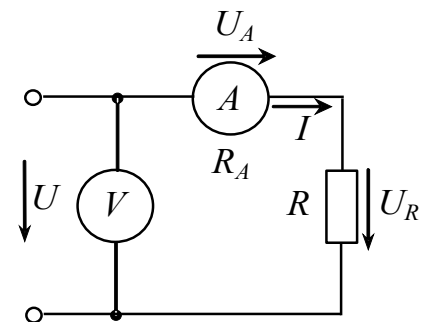

Рис. 3
Для такого измерения можно собрать два варианта схемы включения измерительных приборов (рис. 3, 4).
При использовании схемы рис. 3 следует учитывать, что вольтметр измеряет напряжение $U = U_A + U_R$ и найденное по формуле (1) сопротивление